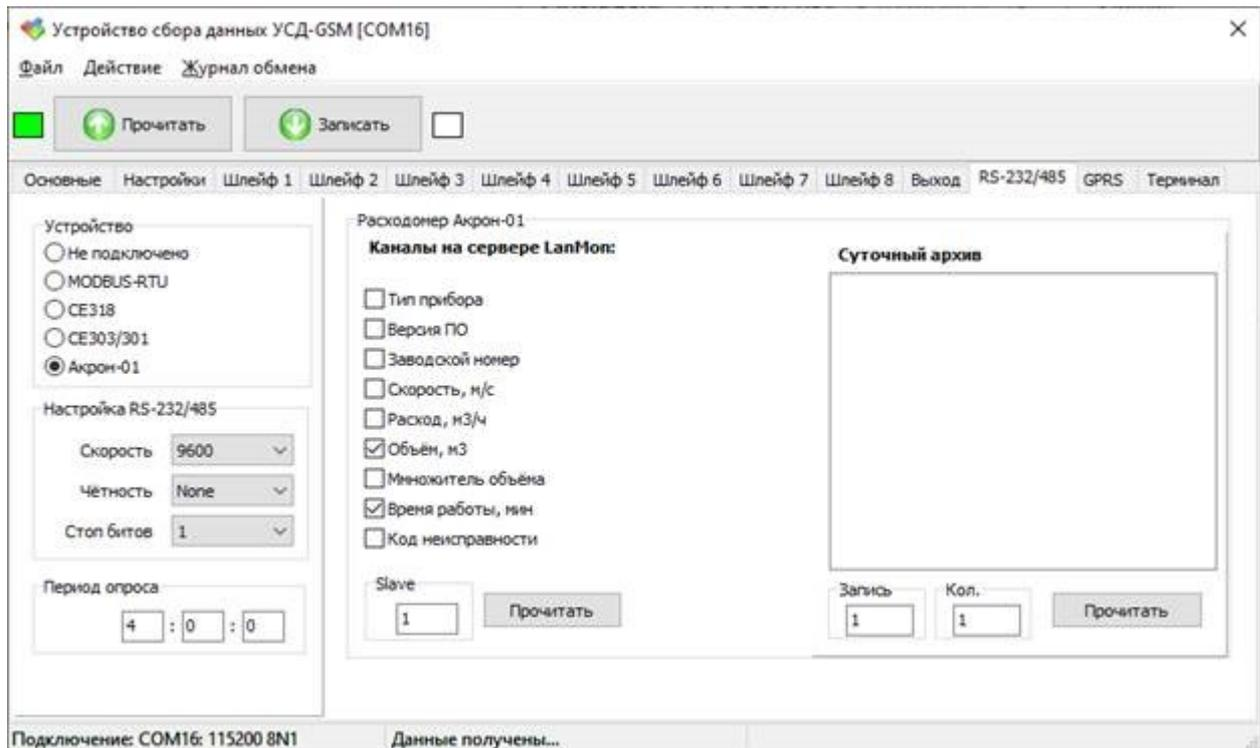

Рисунок 25 – Вкладка настройки «Акрон-01»
- На вкладке «R2-232/485» в поле «Устройство» выбрать «Акрон-01» (рисунок 25):